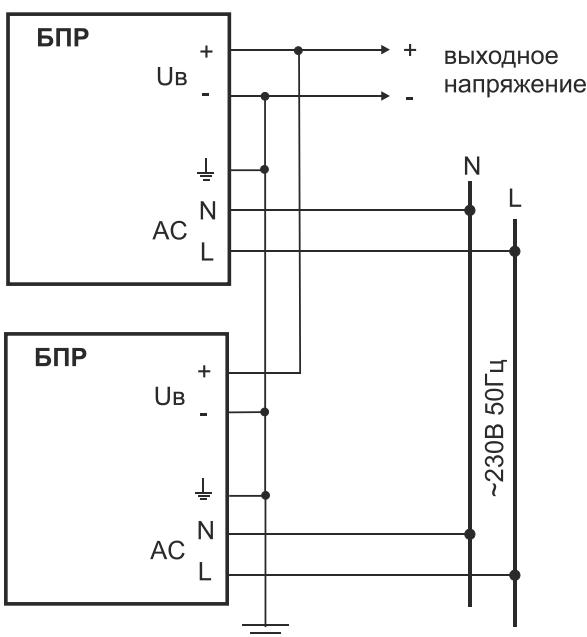

Рис.6 Параллельное включение БПР для увеличения выходного тока
– БПР можно включить параллельно (рис.6), при этом выходное напряжение не меняется, а максимальный выходной ток суммируется. Допускается объединять БПР только с одинаковыми выходными параметрами.